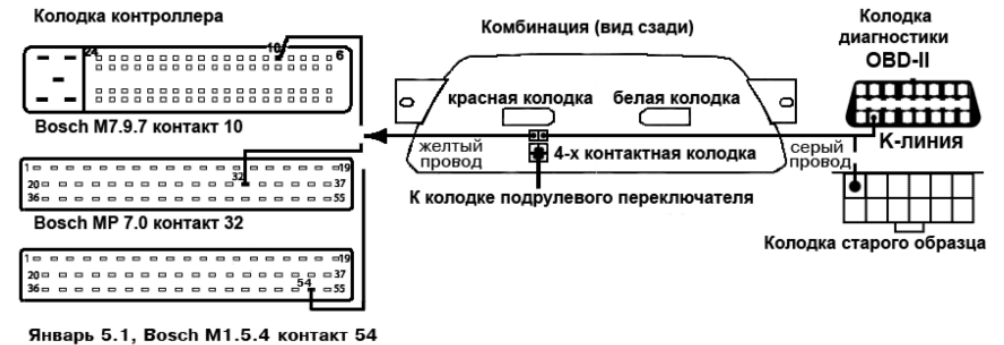

Рис.1. Схема подключения БК комбинации GF625 на автомобиле Chevrolet Niva.
- 6.4. Пропустить провод диагностической "К - линии" БК ЭКП к диагностической колодке и подсоединить его согласно рис. 1 (см. стр. 3).
- 6.5. Демонтировать штатный правый подрулевой переключатель и установить на место подрулевой переключатель из комплекта к электронной комбинации приборов. Подключить подрулевой переключатель к комбинации GF625 согласно рис. 1 (см. стр. 3).